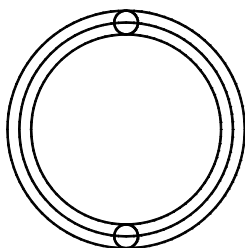

图 8-42 绘制圆
- 03 重复【圆】命令，配合捕捉功能，绘制如图 8-42 所示的两个小圆。